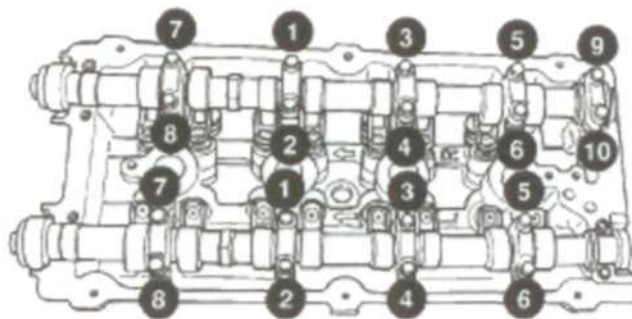

Рис. 20 Последовательность затяжки крышки подшипника распредвала
- (1) Смазать все шейки распредвала, коромысла и эксцентрики.
- (2) Установить коромысла в исходные положения, если они используются повторно.
- (3) Установить распредвалы на опорные поверхности головки блока. Установить правую и левую крышки подшипников распредвала No. 2 – 5 и правую № 6. Затянуть болты М6 моментом 12 Н·м в указанной последовательности (Рис. 20).